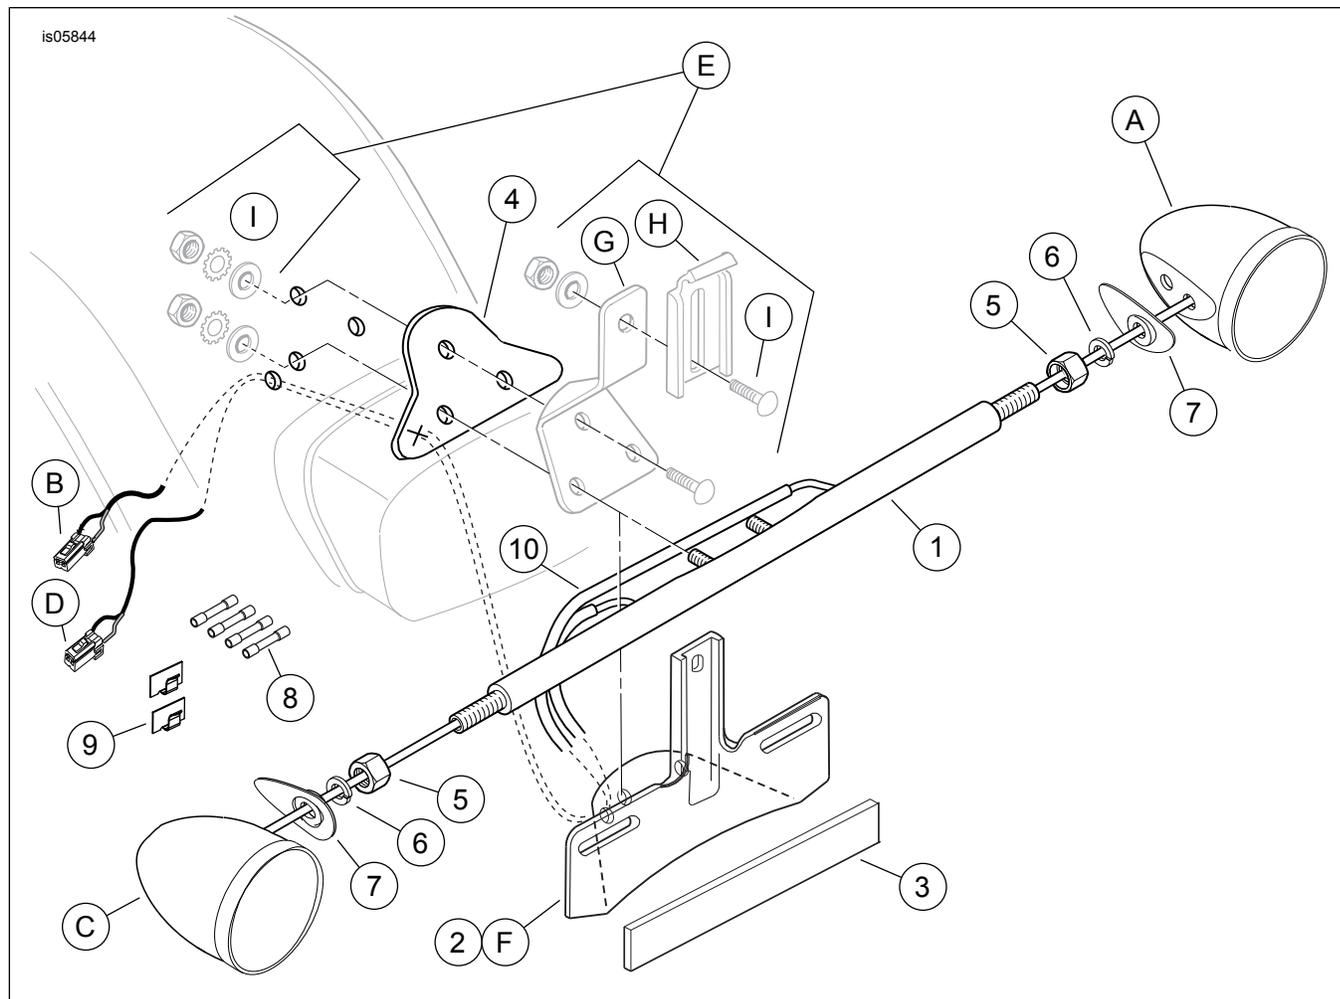

Figura 7. Parti di ricambio, kit riposizionamento degli indicatori di direzione posteriori
2. Vedere Figura 7. Mettere una delle rondelle piatte del punto precedente su una vite **nuova** (acquistata separatamente). Inserire la vite attraverso il foro di fissaggio nel parafrangente e relativo sostegno. Mettere una delle rondelle di sicurezza originali sulla filettatura del dispositivo di fissaggio ed applicare ad essa alcune gocce di Loctite 243 (blu). Fissare il sostegno del parafrangente al parafrangente posteriore con un dado cieco **nuovo** (acquistato separatamente). Serrare i dispositivi di fissaggio a una coppia di 16,3–24,4 N·m (12–18 ft-lbs). Fare lo stesso sul lato opposto.
Rimuovere dal parafrangente il gruppo della staffa della targa. Vedere Figura 7. Conservare la bulloneria (E) per l'installazione della nuova staffa (2) presa da **questo** kit.
1. Vedere Figura 7. Procurarsi la barra degli indicatori di direzione (1) e due controdadi (5) dal kit. Avvitare fino in fondo un controdado su ciascuna estremità della barra degli indicatori di direzione con il lato con la lamatura del dado rivolto verso la barra.
- a. collocare un pezzo di nastro di protezione sul parafango posteriore (3) nell'area a sinistra dei tre fori di montaggio della staffa della targa al di sopra della luce posteriore.
- b. Misurare dal foro inferiore sinistro (4), secondo le dimensioni (6) e (7), e contrassegnare la posizione del foro (5) sul nastro.
- c. Collocare il nuovo cuscinetto (1) preso dal kit sul parafango, allineando i fori ai tre fori sul parafango. Accertarsi che il cuscinetto copra un foro di 10 mm (3/8 in) di diametro nel punto segnato.
- f. Collocare il cuscinetto (1) sul parafango, allineando i fori ai tre fori sul parafango.
- h. collocare il nuovo cuscinetto (1) preso dal kit sul parafango, allineando i fori ai tre fori sul parafango.
2. **Per TUTTI i modelli:** rimuovere il cuscinetto dal parafango ed eseguire un taglio a "X" (2) sul segno, come illustrato.
3. Vedere Figura 7. Prendere dal kit la staffa della targa **nuova** (2). Disporre i fili di entrambi gli indicatori di direzione attraverso il foro all'estremità sinistra sulla staffa della targa, la "X" tagliata nel cuscinetto e il foro all'estremità sinistra sul parafango.
4. Collocare il cuscinetto (4) sul parafango, allineando i fori e il taglio a "X" ai quattro fori sul parafango. Collocare sul cuscinetto la staffa (G) originale di sostegno della targa e fissare al parafango **solo attraverso il foro superiore** con i dispositivi di fissaggio originali (E) rimossi in precedenza.